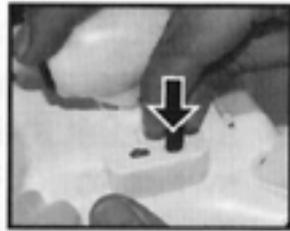

Figure 4
2. Connectez le câble d'alimentation de la caméra à la prise située sur le fuselage de l'appareil (Figure 4)
4. Retirez la pale (figure 4).